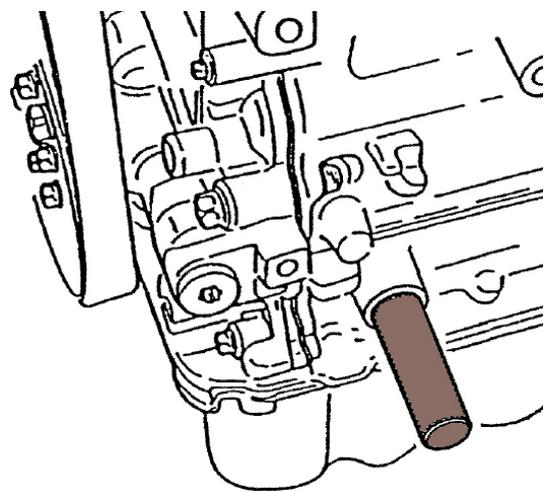

Fig.1
3. Rimuovere la candele di accesso dell'albero a motore e inserire il perno di chiusura dell'albero a motore (vedi fig.1).